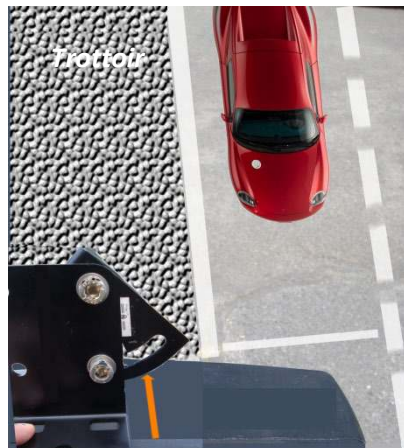

Figura 9:
4. Posizionarsi dietro il radar e inserire la seconda vite nel foro in basso a destra. Non stringere completamente la vite. Il supporto n°1 deve essere parallelo alla corsia (vedi freccia arancione in Figura 9).